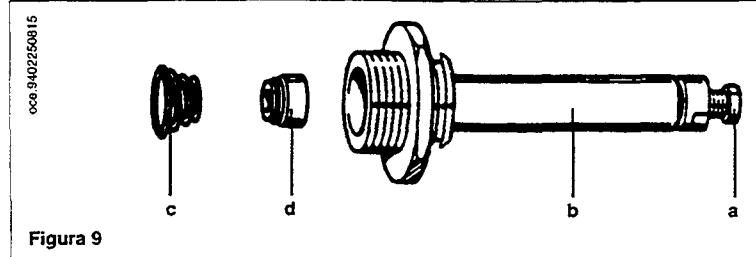

Figura 9
- substituir el resorte asegurándose de que sea posicionado correctamente (figura 9);
- substituir a mola prestando atenção a colocá-la correctamente (figura 9);
- atornillar completamente, sin forzar, el tornillo negro (a) al manguito (b) (figura 9 en página 10);
- abrir el grifo gas y hacer girar el botón (3) predisponiendo la caldera en posición Verano (E);
- apertar a fundo, sem forçar, o parafuso preto (a) à manga (b) (figura 9 na página 10);
- abrir a torneira do gás e rodar o botão (3) predispondo a caldeira na posição Verão (E);
- desatornillar el tornillo negro (a) (figura 9) hasta alcanzar el valor de presión correspondiente a la potencia reducida (véase tabla 1 en página 12);
- desapertar o parafuso preto (a) (figura 9) até alcançar o valor de pressão correspondente à potência reduzida (ver tabela 1 na página 12);
- sellar el tornillo negro (a) de figura 9.
- hacer girar el botón (3) en posición (0) y efectuar un nuevo encendido. En el caso de un interencendido incompleto, obrar sobre el potenciómetro P4 RNE (RLA) (página 8);
- con el botón (3) en posición invierno (I) controlar que la potencia en calefacción sea la requerida por la instalación; si necesario, obrar sobre el potenciómetro P3 MAX CALEF (MAX RISC) (página 8). Véase la tabla 1 para la presión del quemador necesaria;
- selar o parafuso preto (a) da figura 9.
- rodar o botão (3) na posição (0) e verificar uma nova ignição. No caso de uma inter-ignição incompleta, agir no potenciômetro P4 RLA (página 8);
- com o botão (3) na posição inverno (I) verificar que a potência em aquecimento seja a requerida pela instalação, em caso agir no potenciômetro P3 MAX RISC (MÁXAQUEC) (página 8): Ver a tabela 1 para a pressão necessária ao queimador;